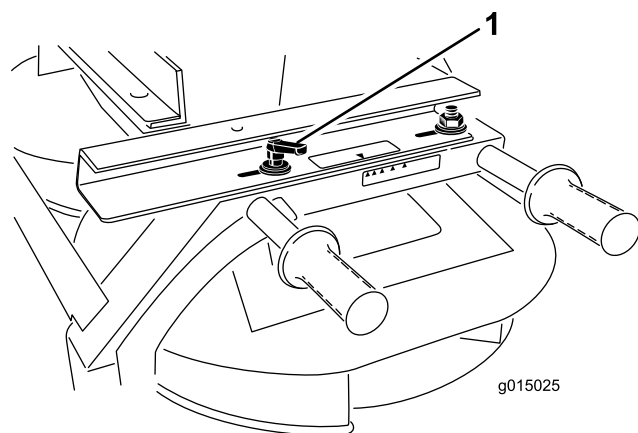

Bild 5
1. Lösen Sie den Griff an jeder Seite des Doppel-Tellerstreuers (Bild 5).